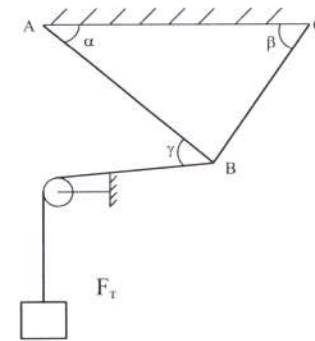

Рис. 1. Система сходящихся сил
1. Подготовка к практическому занятию № 1 «Определение реакции в связях аналитическим, графическим и графоаналитическим способами» (табл. 1, рис. 1).
Определить реакцию опор шарнирно-стержневой системы, представленной на рис. 1, данные представлены в табл. 1 (номер варианта соответствует порядковому номеру обучающегося в журнале).